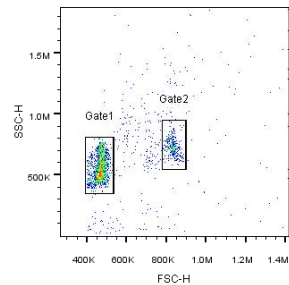

图 1
- 检测空白微球, 调整 FSC-SSC 散点图, 使两群微球落在预定的范围, 设 SSC 较小的群为“Gate1”, 较大的微球群设为“Gate2”, 如图 1。